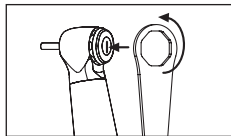

Fig. 30
- ❶ Nettoyez et stérilisez la pièce à main.
- ❷ Insérez une fraise de test.
- ❸ Placez la clé appropriée sur le capuchon de la tête, puis tournez la clé dans le sens inverse des aiguilles d'une montre pour desserrer le capuchon. Retirez le capuchon (Fig. 30).